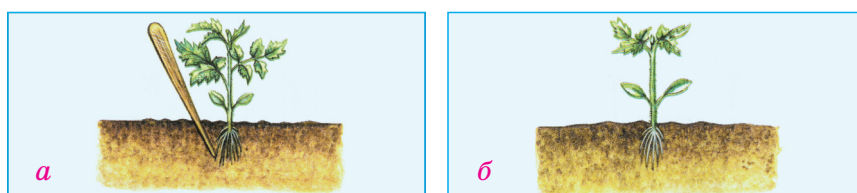

Рис. 5.
6. Когда появятся всходы (через 4-6 дней), снимите плёнку (рис. 5, а). Ящик поставьте в светлое место. Уход за рассадой обычный.
7. Когда у сеянцев появится три-четыре настоящих листа, их нужно пересадить: с помощью пикировочного колышка извлеките сеянцы из почвы (рис. 5, б) и пересадите в новый ящик на расстоянии 8-12 см друг от друга.